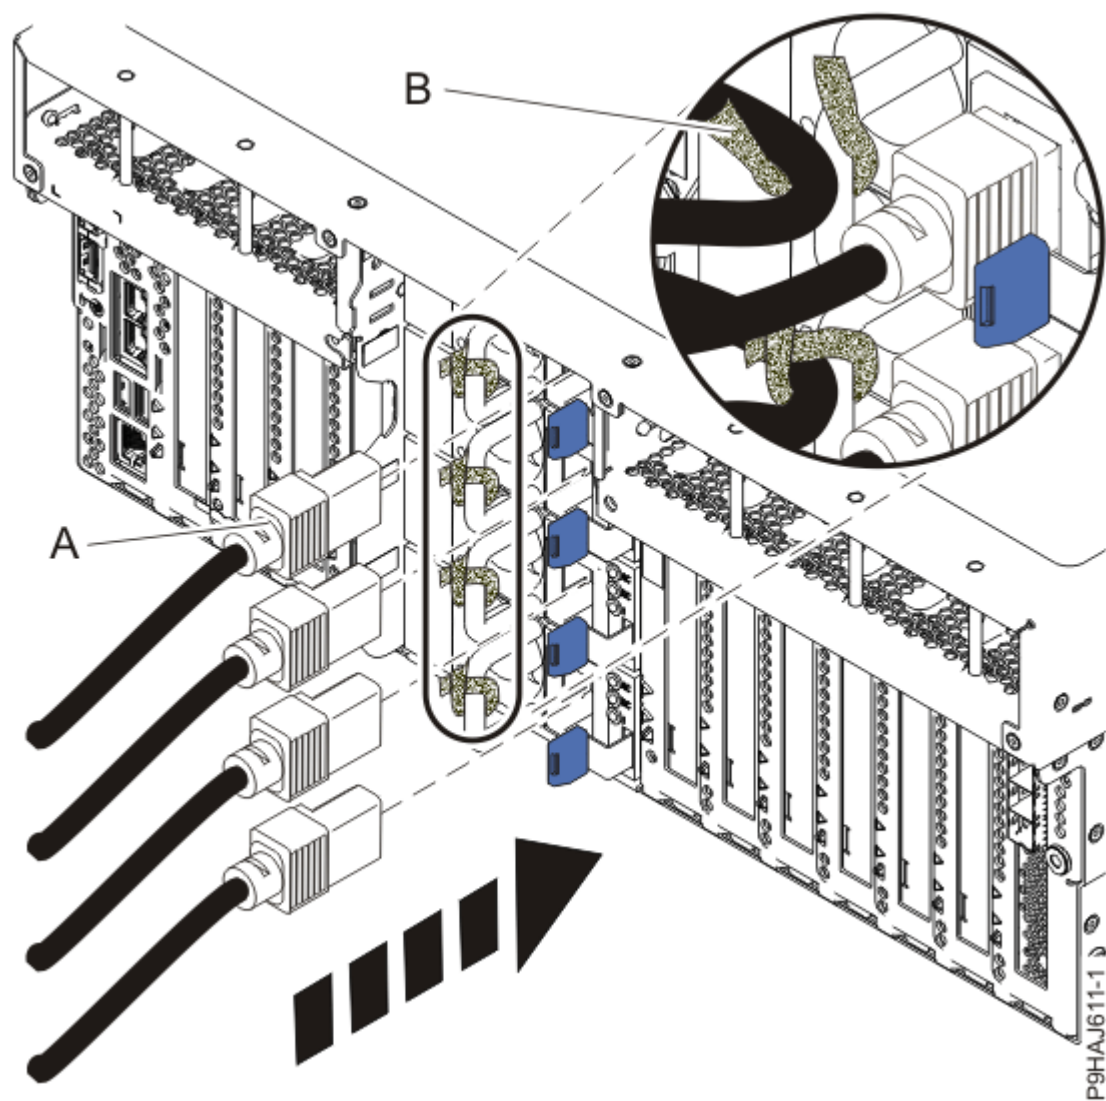
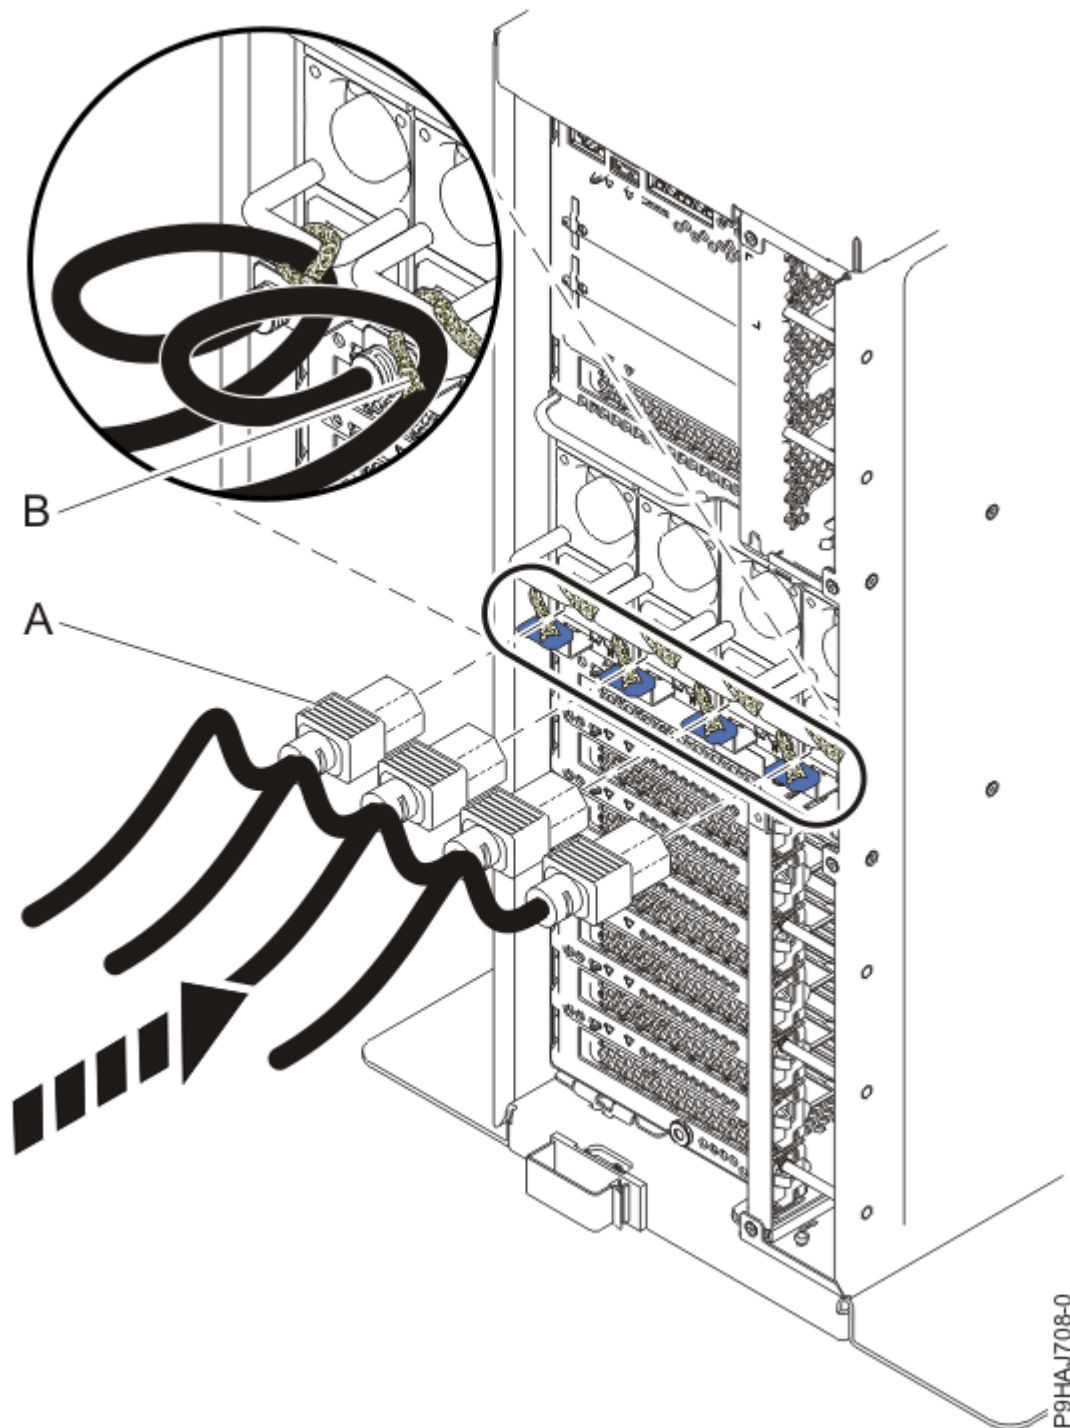

Figura 17. Conexión de los cables de alimentación a un sistema montado en bastidor
Figura 18. Conexión de los cables de alimentación a un sistema autónomo
5. Utilizando las etiquetas, vuelva a conectar los cables de alimentación **(A)** a la unidad del sistema. Sujete los cables de alimentación **(A)** al sistema utilizando los mecanismos de sujeción **(B)** tal como se muestra en la Figura 17 en la página 20 o la Figura 18 en la página 21.